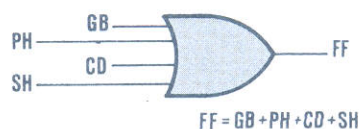

FIGURA 25-3
17. Veja a figura 25-3; observe